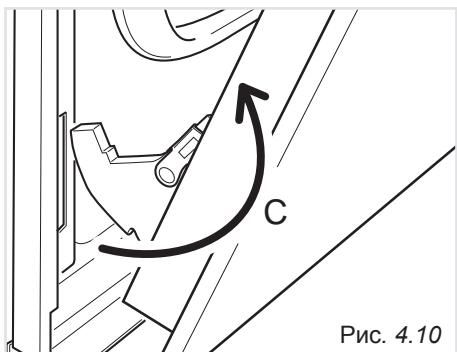

Рис. 4.10
- Вытащите крючки шарнирного соединения из пазов, как показано стрелочкой «C» (рис. 4.10).